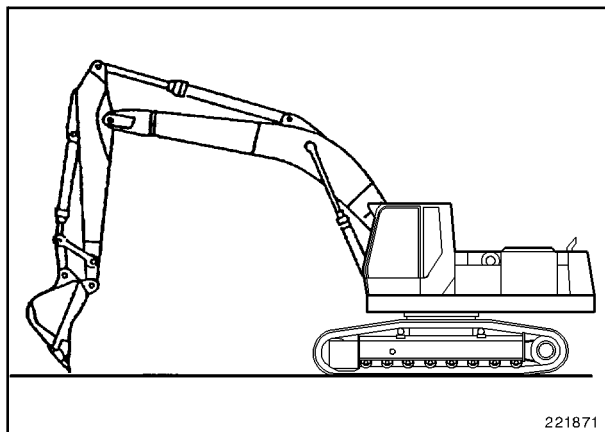

Fig. 7
- Trabajos de nivelamiento. Para trabajos de relleno y de nivelar después del excavado: Mover la cuchara horizontalmente hacia adelante y hacia atrás (Fig. 7).